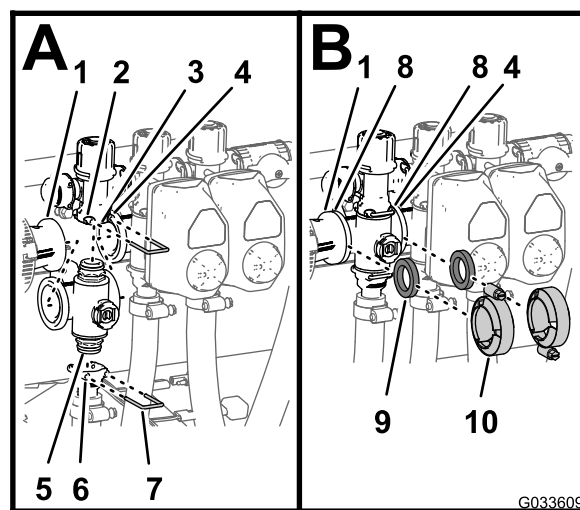

Рисунок 131
- Вставьте верхний штуцер торцевой крышки коллекторного клапана в перепускной штуцер (Рисунок 131 А).
- Закрепите штуцер торцевой крышки на перепускном штуцере, вставив держатель в гнездо перепускного штуцера (Рисунок 131 А).
- Установите выпускной штуцер на нижний штуцер торцевой крышки коллекторного клапана (Рисунок 131 А).
- Прикрепите штуцер торцевой крышки к выпускному штуцеру, вставив держатель в гнездо выпускного штуцера (Рисунок 131А).
- Установите прокладку между фланцами переходной муфты и коллектором клапана секции (Рисунок 131В).
- Смонтируйте переходную муфту, прокладку и коллектор клапана секции с помощью хомута, затянув его от руки (Рисунок 131В).
- При установке 2 самых левых клапанов секций установите прокладку между фланцами 2 прилегающих коллекторов клапанов секций (Рисунок 131В).
- Смонтируйте 2 находящихся рядом коллектора клапанов секций и прокладку с помощью хомута, затянув его от руки (Рисунок 131В).